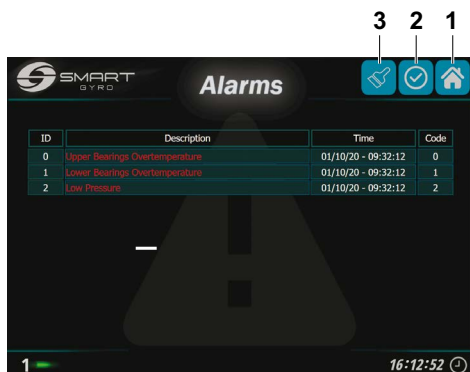
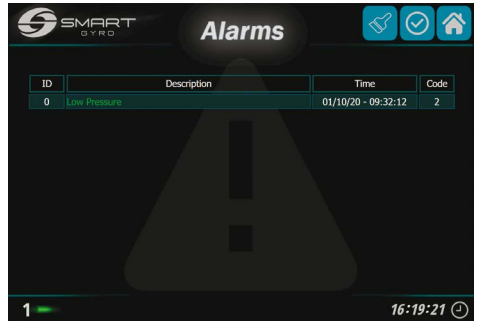

Figura 29
Figura 32
Se si preme l'icona di conferma (Figura 29, (2)), i messaggi di allarme diventano verdi (gli allarmi sono "riconosciuti").
Gli allarmi non più presenti nel sistema possono essere rimossi dall'elenco (Figura 32), premendo l'icona del pennello (Figura 29, (3)).
Premendo l'icona Home in alto a destra (Figura 29, (1)) si torna alla pagina Home.